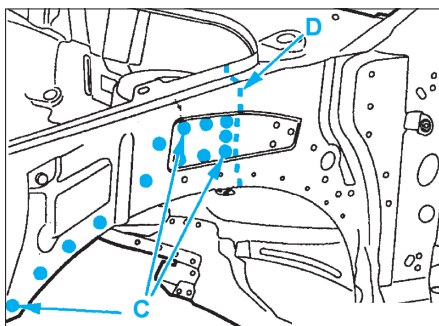

FIG. 36
- Souder par points électriques suivant (C) (avec l'équipement AB1) (Fig.36).